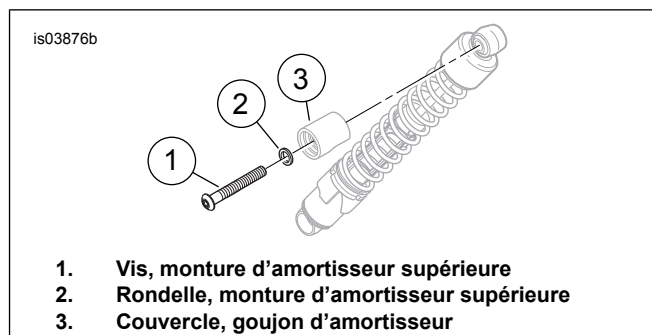

Figure 3. Montage supérieure de l'amortisseur arrière, modèles de 2000 et plus récents
2. Voir Figure 3. Enlever le boulon 1/2-13 (1), la rondelle (2) et le couvercle d'amortisseur (3). Mettre de côté le boulon et le couvercle pour l'installation ultérieure.